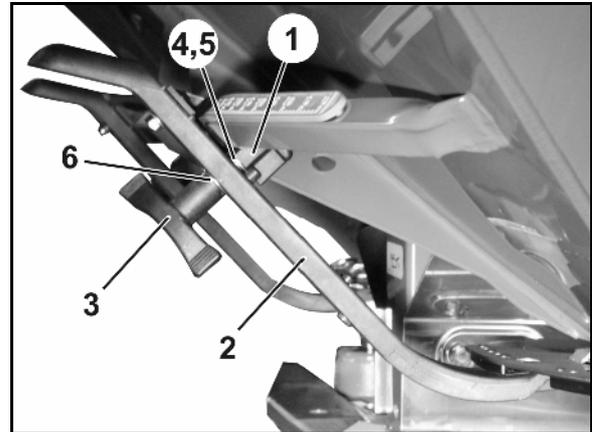

Fig. 66
6. Réglez le dispositif de blocage (Fig. 66/1) du levier de réglage (Fig. 66/2) comme suit :
- 6.1 Dévissez l'écrou à ailettes (Fig. 66/3).
- 6.2 Retirez la vis et changez la position des deux rondelles (Fig. 66/4) de l'arrière (Fig. 66/5) à l'avant (Fig. 66/6).